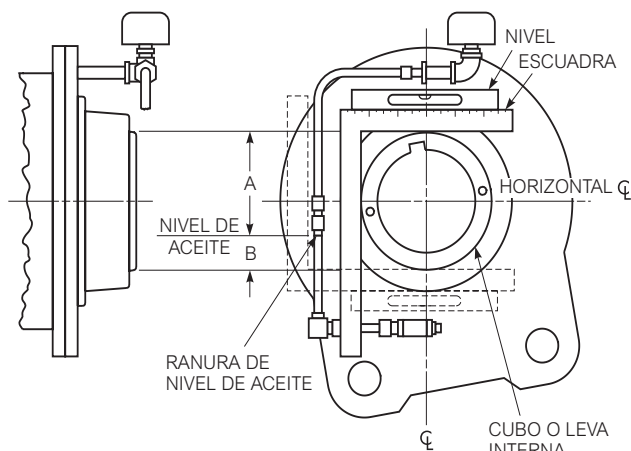

Figura 10 – MÉTODOS DE MEDICIÓN DE LA UBICACIÓN DEL ACEITE
7. Coloque en su posición apropiada la ranura del nivel de aceite de la mirilla, como se muestra en la Figura 10 y Tabla 6, página 9 y apriete todas las conexiones.